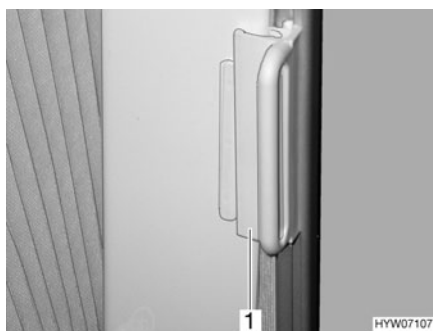

Fig. 18 Dispositif de verrouillage pour dispositif occultant plissé pour la fenêtre côté conducteur/passager
- Pousser sur la pièce de fixation les dispositifs occultants plissés pour les fenêtres côté conducteur et côté passager avec la poignée (Fig. 18,1). Le dispositif occultant plissé est bloqué.